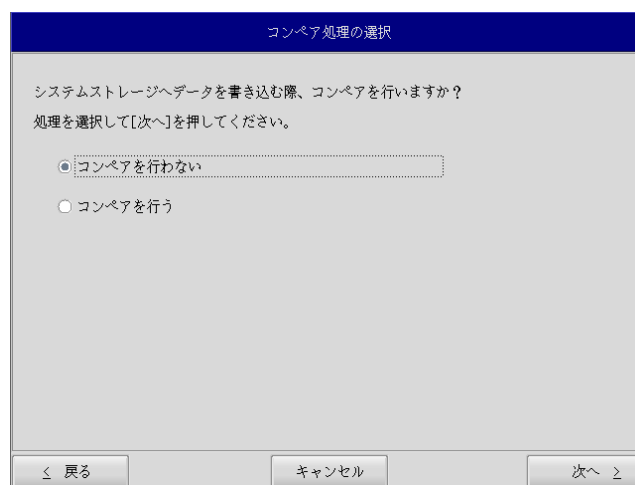

図 6-3-5. コンペア処理選択画面
- ⑩ コンペア処理の選択画面（図 6-3-5）が表示されます。データ書き込み時のコンペア処理の有無を選択します。